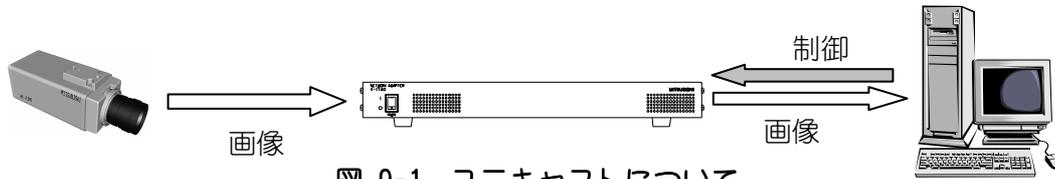

図 9-1 ユニキャストについて
- (1) 図 9-1に示す様に、カメラと接続機器が 1 対 1 で通信する方式です。
- (2) 複数箇所での監視は出来ません。